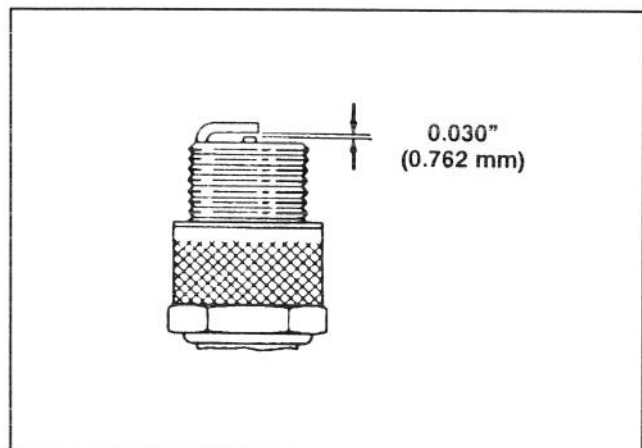

Fig. 9
4. Regolate la distanza tra gli elettrodi centrale e laterale a 0,762 mm (Fig. 9). Inserite quindi la candela con la guarnizione di tenuta e serratela a 20,4 Nm. Se non disponete di una chiave dinamometrica, serrate la candela con sicurezza.